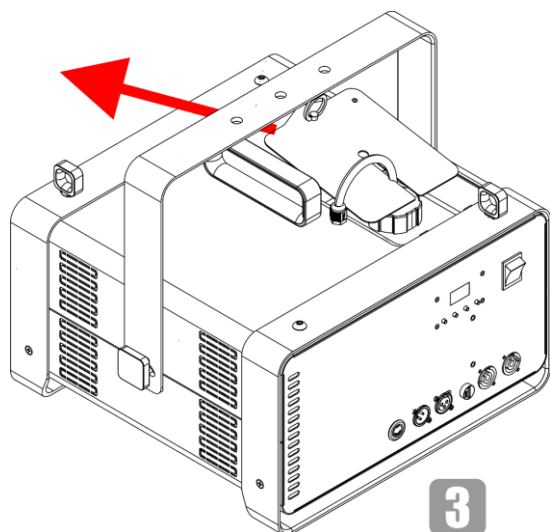

Fig. 11
- 03) Extraiga la tapa de servicio como se indica en la Fig. 11.